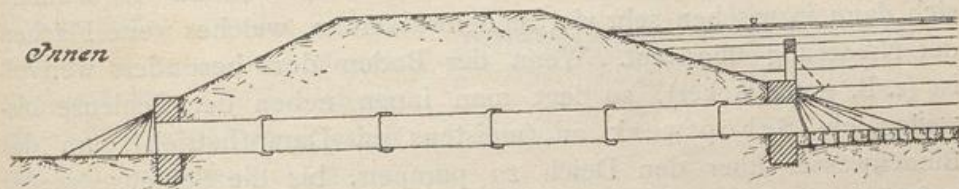

Abb. 586.
6. Binnenentwässerung. Deichschleusen. Die Wasserableitung aus dem Binnenlande nach dem Flusse darf durch die Deiche nicht behindert werden. Die Durchlässe, welche im Deiche angelegt werden, nennt man Deichschleusen oder Siele (*Schl* in Abb. 580). Sie liegen in der Regel im Zuge von Entwässerungsgräben. Für gewöhnlich stehen die Schleusen offen, bei Hochwasser müssen sie aber geschlossen werden. Je nach der Menge des abzuführenden Binnenwassers werden die Schleusen verschieden weit gebaut. Man unterscheidet den mittleren Teil der Schleuse, das Außen- und das Binnenhaupt. Am einfachsten sind Rohrdurchlässe von eisernen oder Zementbetonrohren, außen aber immer mit eisernem Kopfstück. An diesem sitzt eine eiserne Klappe (Abb. 586), welche oben ein Scharnier hat. Für gewöhnlich ist die Klappe aufgezo- gen und vermittels einer kurzen Kette angehakt (punktiert). Bei drohendem Hochwasser wird die Klappe herabgelassen und durch den Druck des Außenwassers angepreßt, so daß sie dicht schließt. Zum besseren Schluß ist die
Anschlagfläche der Rohrmündung schräg nach außen geneigt (durch einen Gummiring um diese wird die Dichtung bisweilen noch befördert). Zum besseren Anschluß an die äußere Deichböschung erhält die Rohrschleuse meistens ein gemauertes Außenhaupt, welches das Durchquellen längs dem Rohrkörper verhindert, oft außerdem auch ein gemauertes Binnenhaupt (Abb. 586). Bei größeren Binnenwassermengen